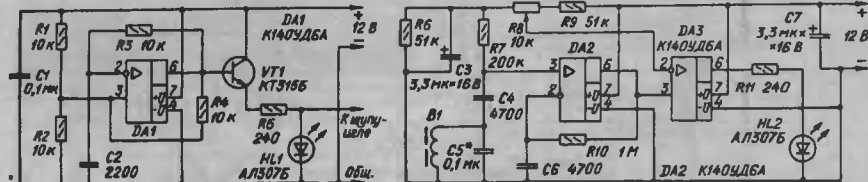

Рис.2
**Прибор** (рис.2), разработанный **И.Нечасовым** из Курска, позволяет быстро обнаружить незаметное на глаз замы-